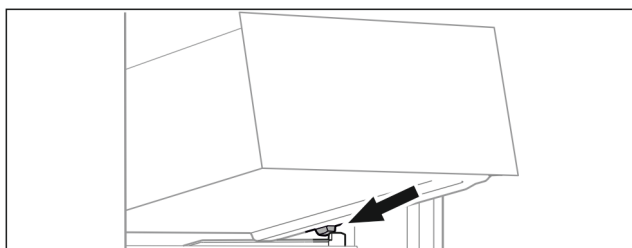

Fig. 79
- Placer le tiroir, en l'inclinant, derrière les butées sur la nervure de récipient. (voir Fig. 79)